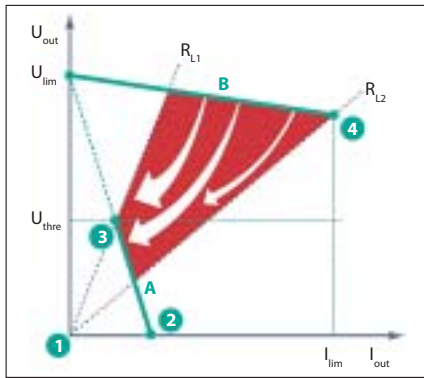

Bild 7: Verhalten der DART-Quelle bei einer Störung (Prinzipdarstellung)
Normaler Bereich oder Arbeitsbereich (B): Bild 7